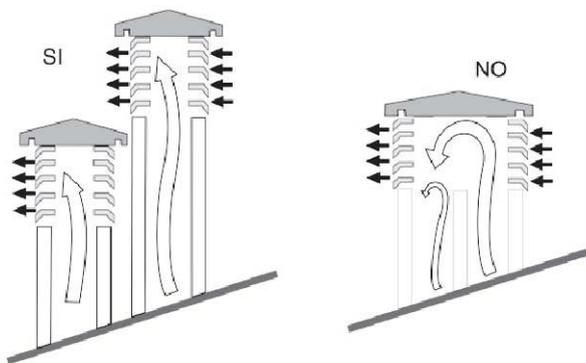

Fig.3
- Falls Rauchabzüge mit parallelen Ausgängen verwendet werden, muss der Gegenwind-Rauchabzug um ein Element erhöht werden. (Abb.3)